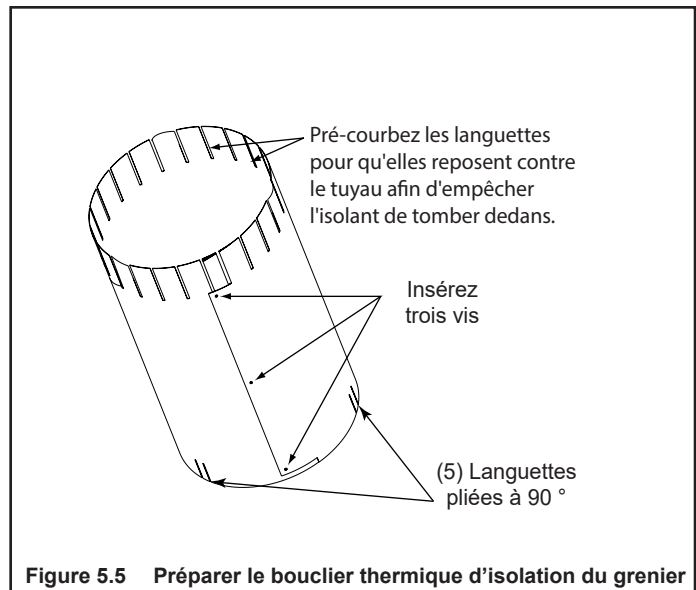

Figure 5.5 Préparer le bouclier thermique d'isolation du grenier
- Voir les figures 5.5, 5.6 et 5.7.